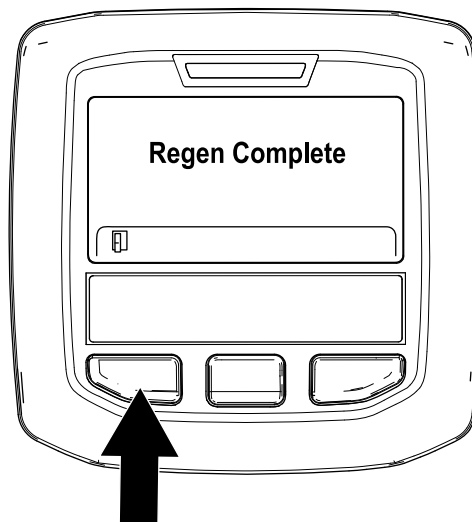

Figure 52
9. La régénération en stationnement est terminée quand le message « Regen Complete » (régén. terminée) s'affiche dans l'InfoCenter. Appuyez sur le bouton gauche pour quitter l'écran d'accueil (Figure 52).